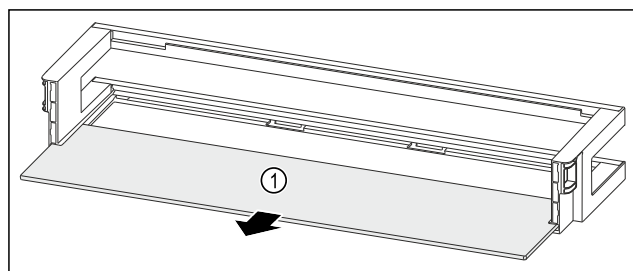

Fig. 207 Rafti i derës me raft mbajtës
- Hiqni raftin mbajtës Fig. 207 (1).